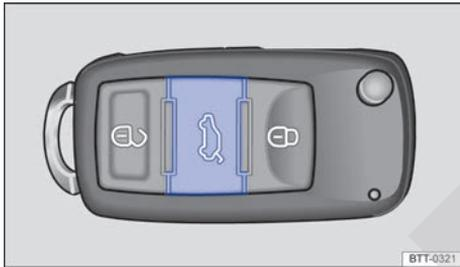

Fig. 30 En la llave del vehículo: tecla desbloqueo de la tapa trasera.
- Si el vehículo se encuentra bloqueado, apriete la tecla  en la llave del vehículo con mando a distancia  **fig. 30** (flecha), durante aproximadamente un segundo para desbloquear la tapa trasera.